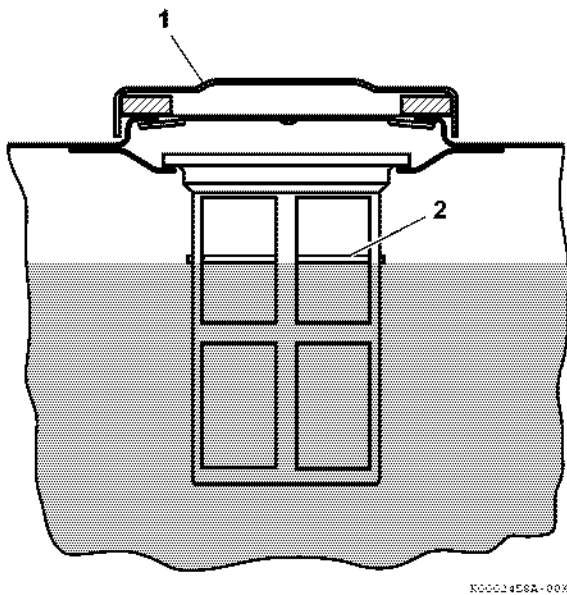

Рис. 45
2. Снимите крышку (Рис. 45, (1)) топливного бака.
3. Заполняйте бак до уровня, отмеченного красной линией (Рис. 45, (2)) на приемном топливном фильтре.